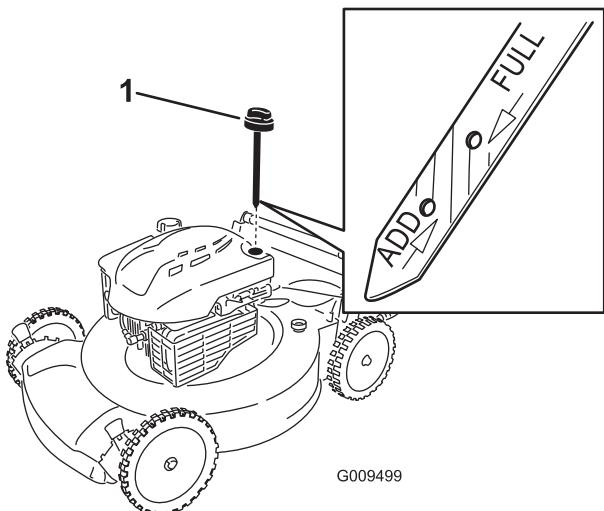

Figura 24
2. Retire la varilla (Figura 24).
- Vierta aceite **lentamente** por el tubo de llenado hasta que el nivel de aceite llegue a la marca **Lleno** de la varilla (Figura 24). **No llene demasiado**.